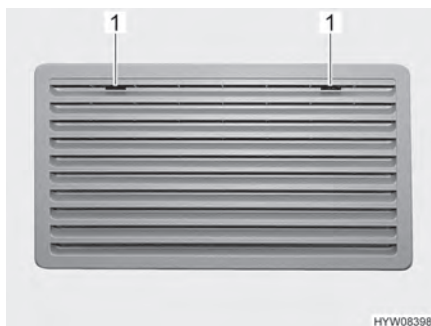
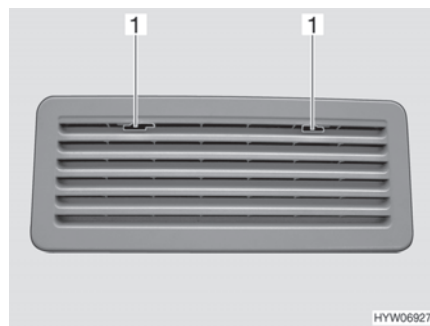

Bild 131 Kylskåpets ventilationsgaller
Bild 132 Kylskåpets ventilationsgaller
- Skjut spärren (Bild 131,1 eller Bild 132,1) till mitten.